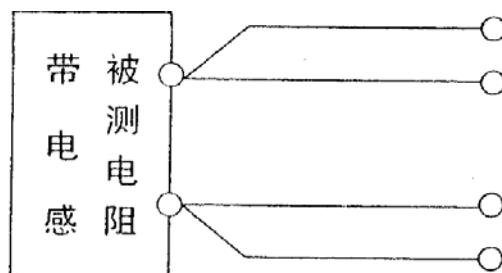

图 6
4.2.3.3 带电感的电阻测量（小电感，不宜测大型电力变压器、发电机、电动机等）。接通仪器电源之前，将仪器测试导线与被测对象相连，如图 6 所示
①选择相对应的量程；
②按图 6 示意夹上夹子；
③打开电源，显示屏会出现闪烁，约几秒（时间根据电感大小）后，待面板上读数稳定后读取数值；
④测试结束，先关电源等待约几秒（时间根据电感大小）后，取下夹子。